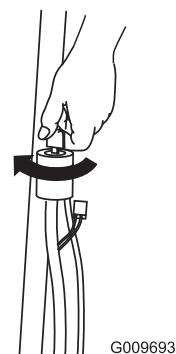
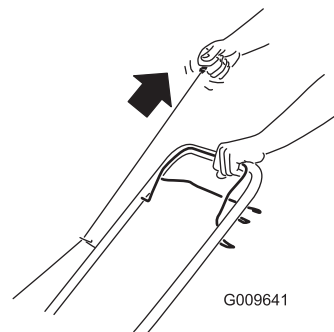

Figure 11
Figure 12
2. Tournez la clé de contact (Figure 11) ou tirez la poignée du lanceur (Figure 12).